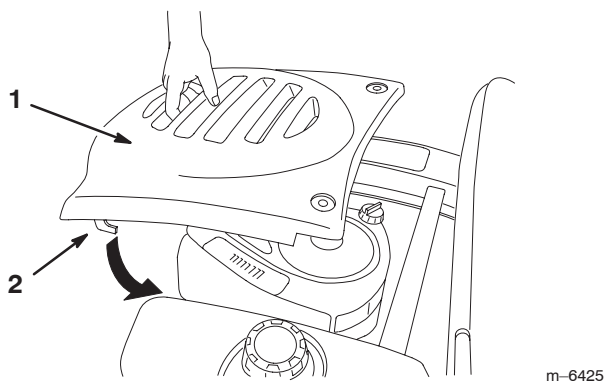

Figure 17
2. Pour mettre le capot en place, engagez les crochets dans les fentes et poussez le capot en avant (Fig. 17).